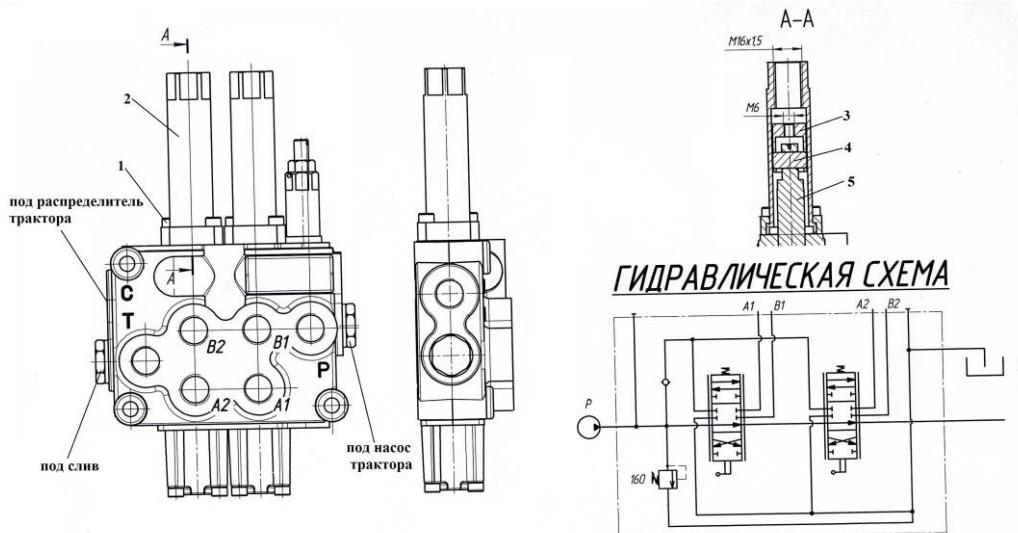
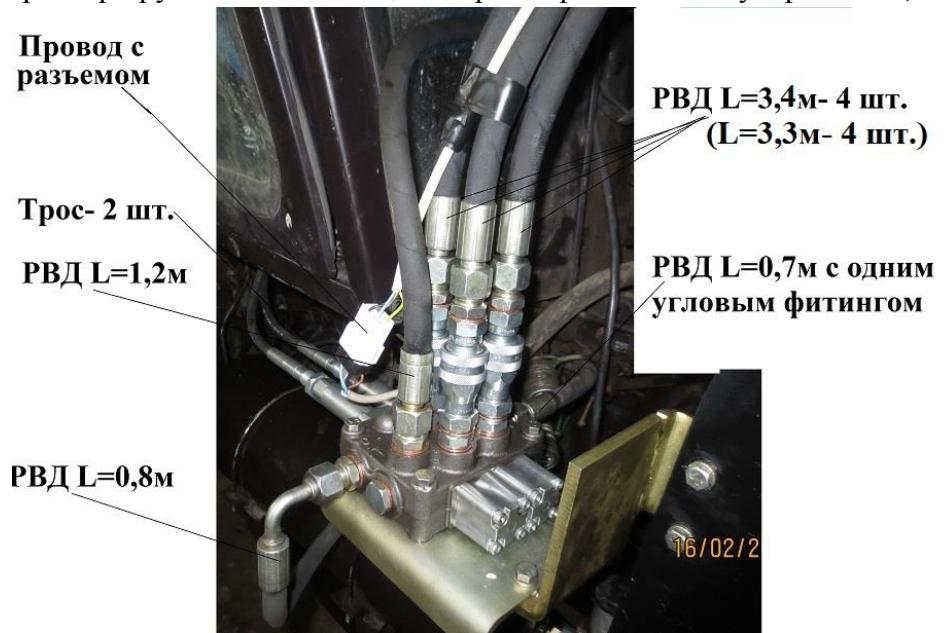

Рисунок 19 – Гидрораспределитель
Рисунок 20 – Подсоединение РВД к гидрораспределителю
У гидрораспределителя (см. рис. 19) отвинтить два винта поз. 1, накрутить второй конец кожуха троса на направляющую распределителя по резьбе. Освободить промежуточную втулку поз. 3 от штифта поз. 4 и накрутить на резьбовой конец троса. Законтрить гайкой. Одеть промежуточную втулку поз. 3 на золотник распределителя поз.
У распределителя переставить заглушку «Р» с бокового отверстия на соответствующее верхнее отверстие. (см. рис. 19). В отверстия «Р», «С» и «Т» вкрутить штуцера 3/8\* с прокладками (из комплекта). На отверстие А1, В1, А2, В2 установить БРС (муфты разрывные) с прокладками (из комплекта) (см. рис. 18, рис. 20).
Под кабиной трактора отсоединить штатный рукав трактора от масляного насоса и прикрутить на его место рукав длиной 0,7м (с одним угловым фитингом) через переходник ПБМ 800.60.010, другой конец рукава подсоединить к распределителю вывода «Р». (см. рис.20) К освободившемуся штатному рукаву трактора присоединить через штуцер переходной M24x1,5 на M20x1,5 рукав длиной 0,8м (с одним угловым фитингом), другой конец которого подсоединить к распределителю вывода «С». Соединить штуцер «Т» со сливным баком трактора рукавом длиной 1,2м через переходной штуцер M24x1,5 на M20x1,5, предварительно выкрутив пробку (см. рис. 20). Четыре рукава длиной 3,4 м по правой стороне рамы погрузчика (проходят в полости рамы от трубопроводов на поперечной трубе) подсоединить с распределителем через БРС, штуцера 3/8\* и прокладок строго по порталам (см. рис.19, 20 и приложение В.1, В.2)
**ВНИМАНИЕ!** Рукава L=3,4 м -2 шт. (помечены краской) от дивертора строго подсоединяют с соответствующими порталами гидрораспределителя (рис.19) А1 и В1, рукава L=3,4 – 2 шт. от трубопроводов подсоединяют с порталами А2 и В2.